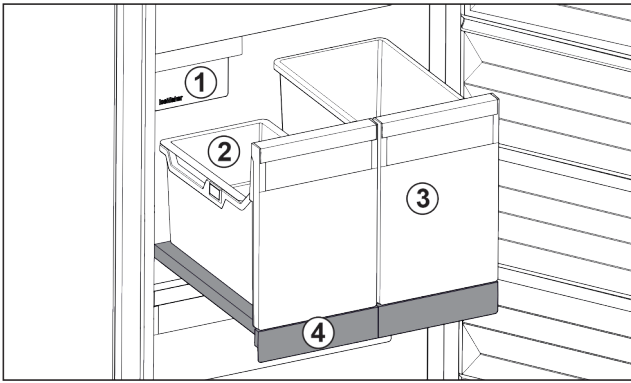

Fig. 168 Ripiano estraibile con IceTower
- (1) IceMaker
- (2) Vaschetta da agganciare per cubetti di ghiaccio
- (3) Contenitori ad es. per pizza, bevande alcoliche
- (4) Ripiano estraibile
Sul ripiano estraibile ci sono due contenitori alti (IceTower). I cubetti di ghiaccio dall'IceMaker vengono raccolti e conservati nel contenitore Fig. 168 (2). Il contenitore Fig. 168 (3) è adatto per conservare alimenti alti come pizze o bevande alcoliche.